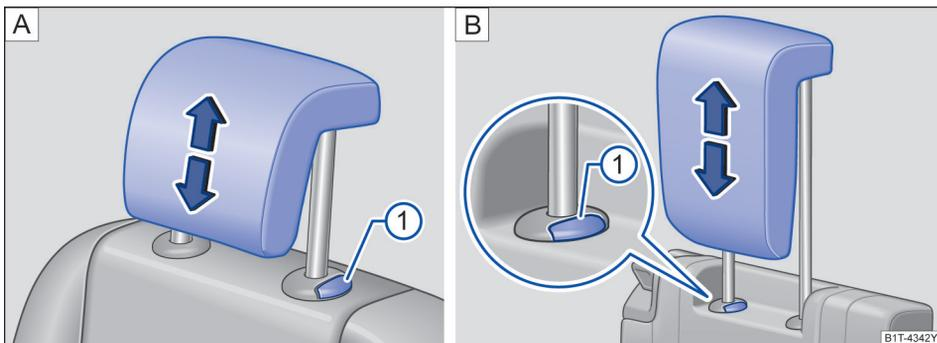

图 87 A 调节第二排座椅头枕 B 调节第三排座椅头枕
- 按住按钮→图 87①，同时沿箭头方向上推或下压头枕即可将头枕调整至合适高度→▲。